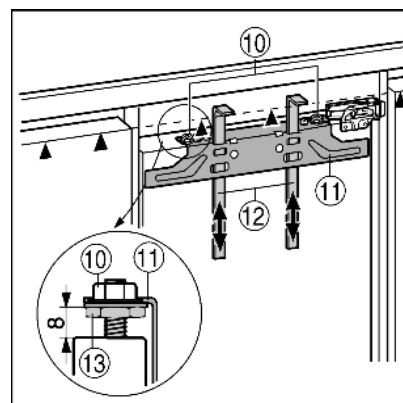

Fig. 16
- Монтажные приспособления Fig. 16 (12) сдвиньте вверх на высоту мебельной дверцы. Нижняя упорная кромка ▲ монтажного приспособления = верхней кромке подлежащей установке мебельной дверцы.
- Открутите крепежную поперечину Fig. 16 (11) с помощью контргайки Fig. 16 (10).